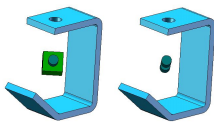

图 8-26 设置成压缩状态
(5) 选择【压缩】命令，则该零件处于压缩状态，在图形区域该零件被隐藏，如图 8-26 所示。